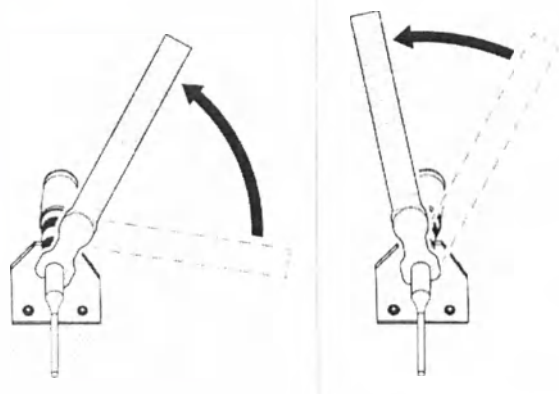

Рисунок 8 – Демонтаж ультразвуковой насадки
3. При необходимости переустановить головку динамометрического ключа в нужное положение, повернув ручку в направлении, противоположном направлению стрелки, до щелчка в соответствие с головкой (рисунок 8).
4. Удерживая рукоятку, вращать динамометрический ключ в направлении, противоположном направлению стрелки, чтобы ослабить и снять ультразвуковую насадку (рисунок 8).